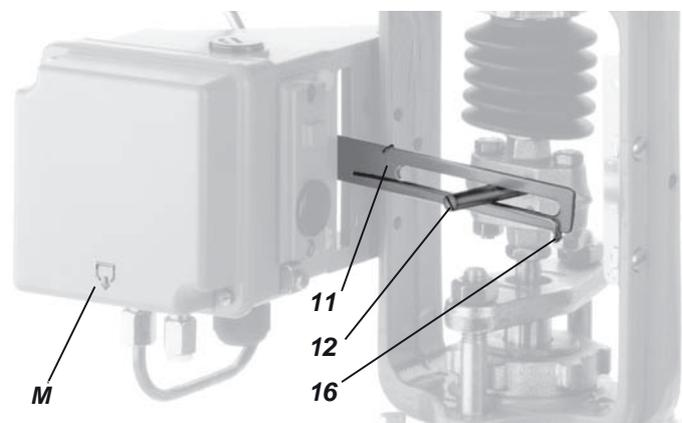

Fig. 12: Ponto de partida do posicionador (montagem no lado esquerdo)
- Rosqueie o parafuso viajante **12** no acoplamento do atuador (consulte a Fig. 12).
- Aperte a tampa do invólucro de modo que o respiradouro do dispositivo conectado fique voltada para baixo** (veja a Marca "**M**" na Fig. 12).